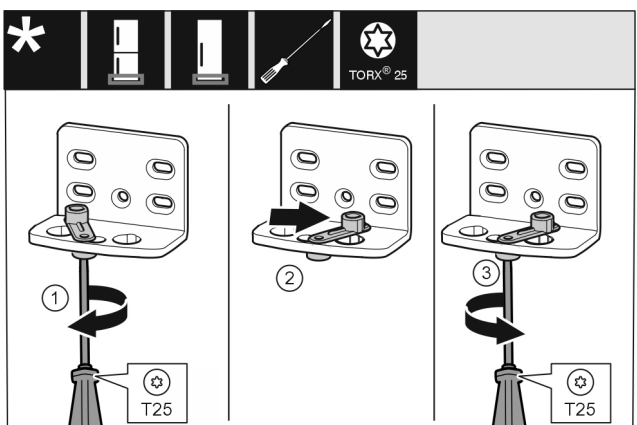

Fig. 14
- Šroubovákem T25 volně přišroubujte šroub. *Fig. 14 (1)*
- Zvedněte pomůcku zavírání dveří a v otvoru ji otočte o 90° doprava. *Fig. 14 (2)*
- Šroubovákem T25 šroub pevně utáhněte. *Fig. 14 (3)*